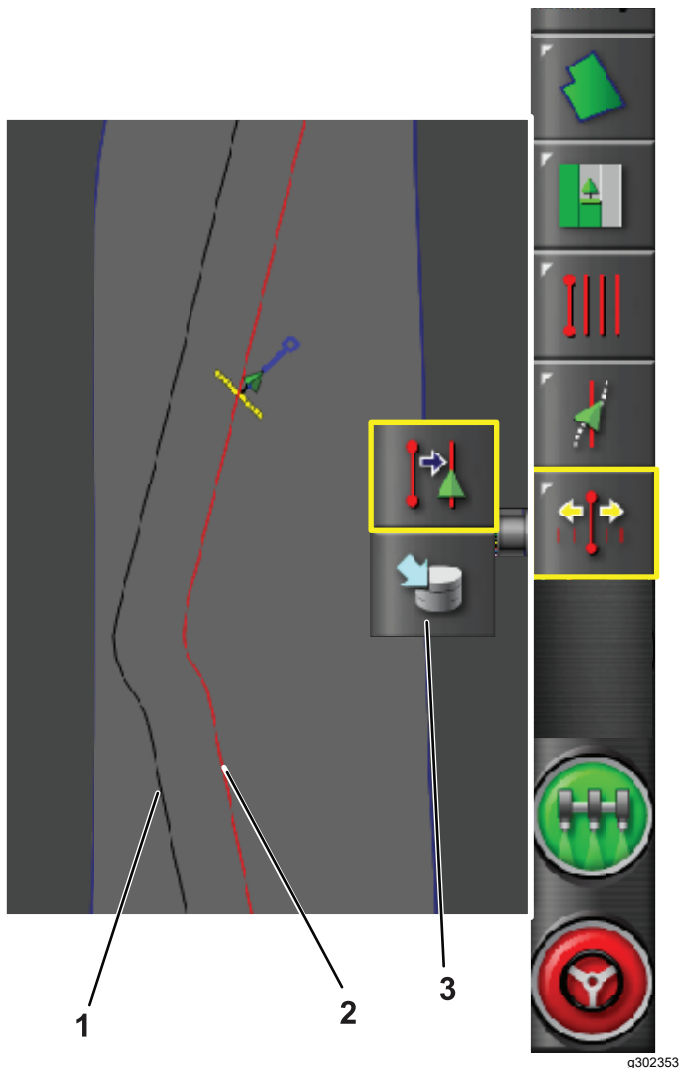

Bild 18
2. Drücken Sie auf das Symbol „Verschieben“, wenn Sie sich an der Stelle befinden, an der Sie die neue Leitlinie wünschen (Bild 18).